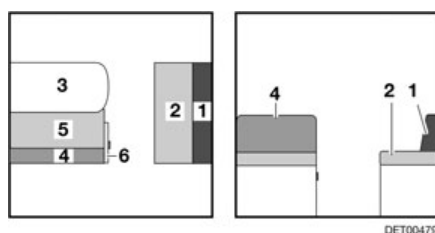

Fig. 128 Avant la transformation
- Agrandir la table (Fig. 128,3) et la transformer en sommier de lit (voir paragraphe 7.7).
- Tirer la poignée et ouvrir le portillon (Fig. 128,6).